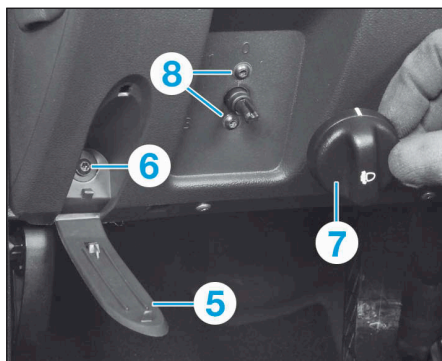

FIG.15
- Dégrafer le cache (5) (Fig.15).
- Déposer la vis (6).